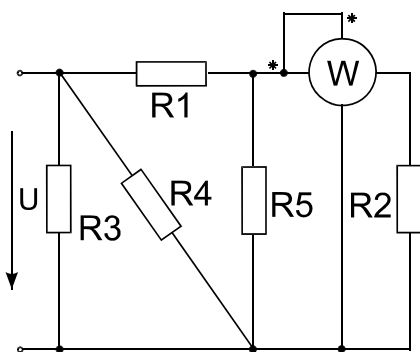

Рис.1
**Дано:** В электрической цепи, схема которой изображена на рис.1, по заданным величинам сопротивлений резисторов и мощности  $P$ , измеряемой ваттметром, определить токи во всех ветвях схемы и напряжение источника питания. Составить баланс мощности.